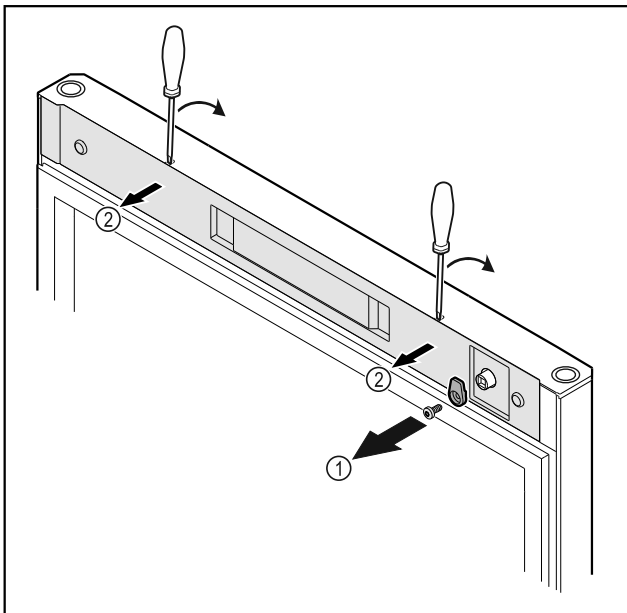

Fig. 10
- ▶ Schließhaken Fig. 10 (1) abschrauben.
- ▶ Abdeckung Fig. 10 (2) mit einem kleinen Schraubendreher ausrasten und abnehmen.